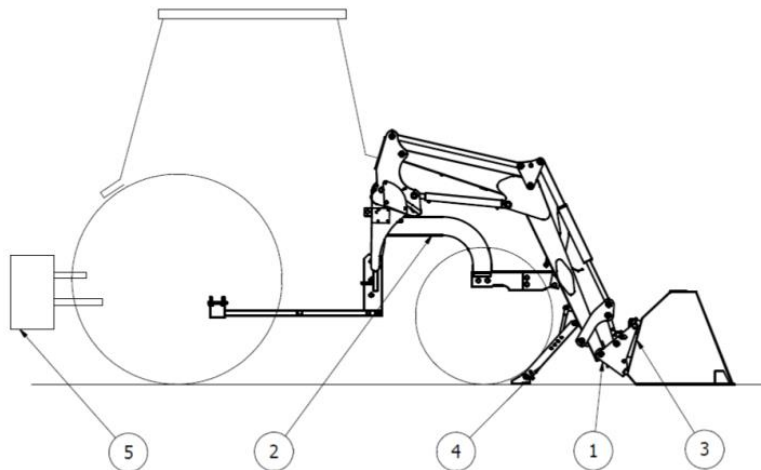

Abb. 2 Frontlader mit Traktor
Der Frontlader (Abb. 2) besteht aus Ausleger 1, Stützkonstruktion 2, Schaufel (Arbeitswerkzeug) 3, Auflagestützen 4, Gegengewicht auf dem Gewichtsträger 5. Die Hydraulikanlage des Laders kann direkt an die Hydraulikanlage des Traktors oder mit Hilfe eines zusätzlichen Abschnittsverteilers II oder III angeschlossen werden.
- Fahren Sie den Traktor mit der angebauten Stützkonstruktion 2 (Abb. 2) bis zum Ausleger 1, der auf die Auflagestützen 4 abgestellt ist,